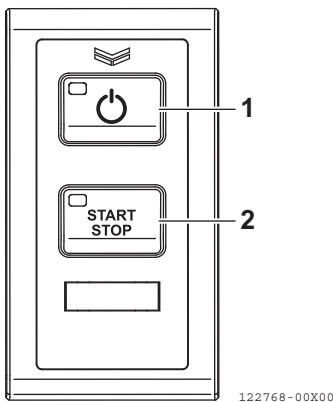

Figura 25
4. Pulse el interruptor de encendido del panel de interruptores del puesto seleccionado (**Figura 25, (1)**).
9. Pulse el interruptor START/STOP (arranque/parada del motor) (**Figura 25, (2)**) y accione el motor de arranque.